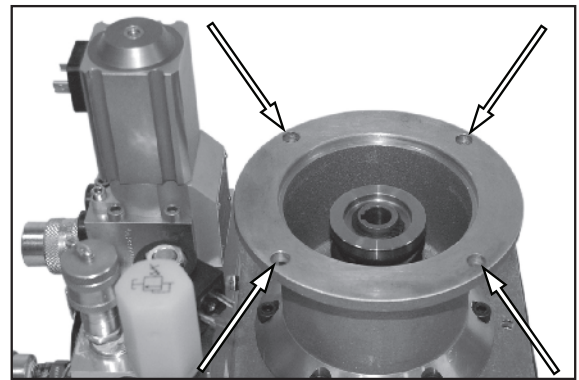

Figura 70.
6. Consulte la Figura 70. Es muy importante la orientación de los orificios de montaje del motor. Ubique el montaje de manera que los orificios queden situados según se ilustra. Instale los pernos de montaje del motor.